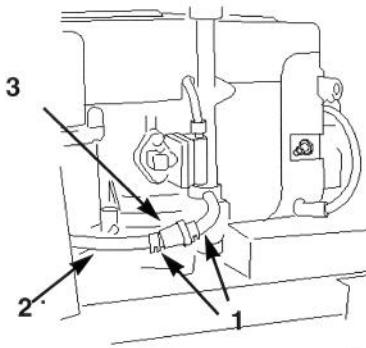

Bild 28
- Die Enden der Schlauchklemme zusammendrücken und auf die Kraftstoffleitung in Richtung Kraftstofftank aufziehen (Bild 28).
- Die Kraftstoffleitung vom Filter abziehen (Bild 28) und das Benzin in einen Benzinkanister oder eine Auffangwanne ablaufen lassen.